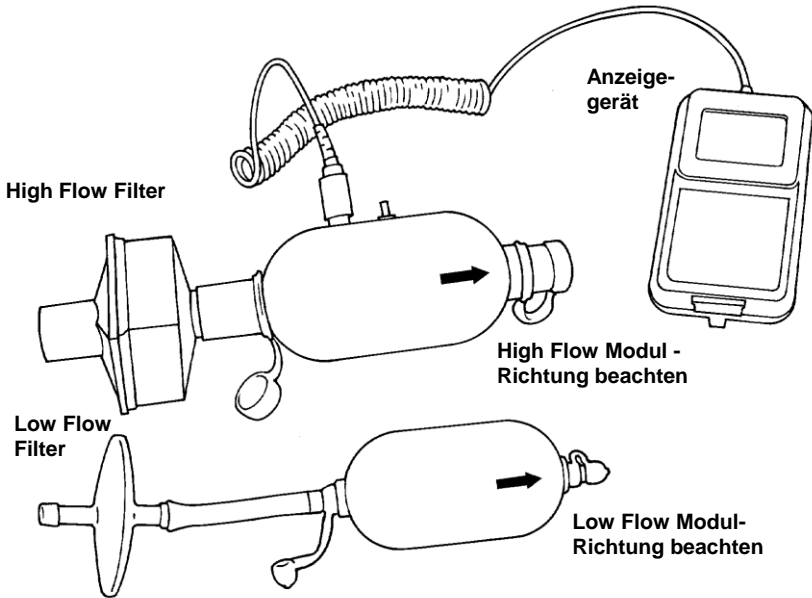

Abb. 4. Anschluss der Bakterienfilter an die Flow-Modul
2. Fügen Sie den Bakterienfilter an das Flow-Modul (**Abb. 4**).